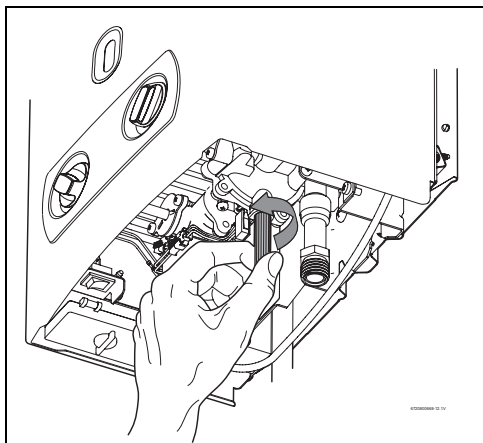

Рис. 11 Винт слива воды
- ▶ Ослабить винт слива воды на приборе (→Рис. 11 ).